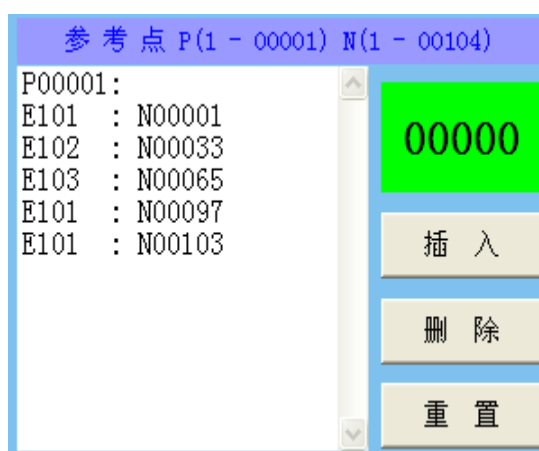

图 3.19 暂停点编辑
- 【暂停点编辑 (*****)】【M00/M01 断电 ON】有效暂停点编辑 (图 3.19)；